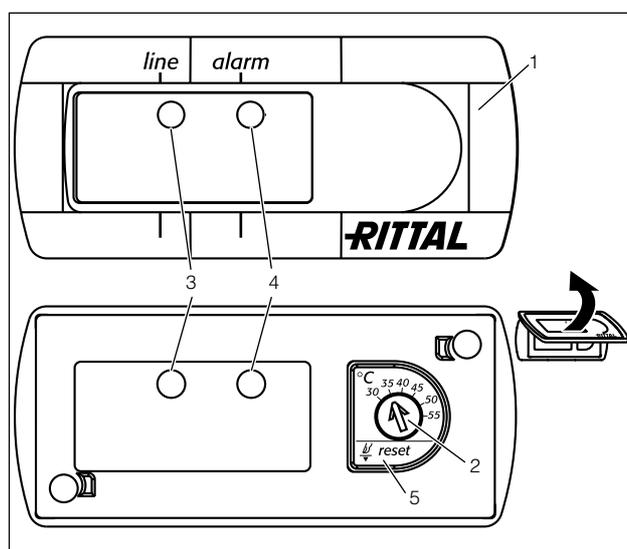

Fig. 26 : Régulateur basic
- Régler la température de consigne sur la valeur souhaitée à l'aide du bouton de réglage (Fig. 26, page 20).
- Appuyer sur la touche Reset (Fig. 26, n° 5) pendant au moins 3 secondes